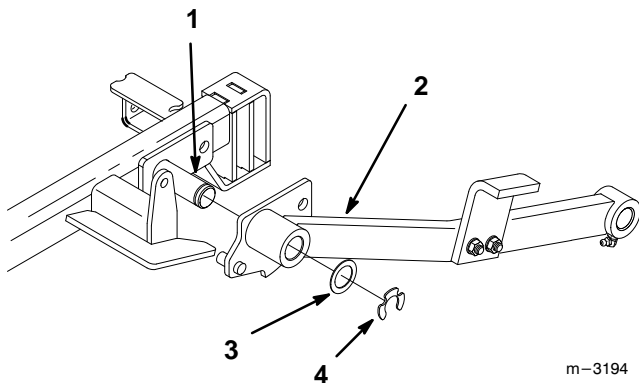

Abbildung 36
3. Haltering und flache Unterlegscheibe entfernen, mit denen der Schubhebel am Mäher befestigt ist (Abb. 36).
6. Den Schubhebel auf den Trägerrahmenzapfen schieben und mit einer flachen 38 mm (1-1/2")-Unterlegscheibe und Haltering befestigen (Abb. 36).